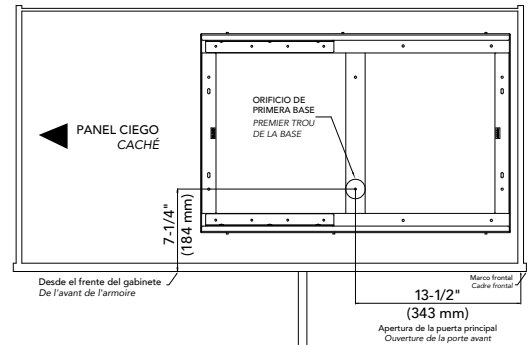

Fig. 2
Mida para encontrar el primer orificio base y marque la ubicación (ver Fig. 1). Alinee la unidad base (A) sobre el orificio base marcado. Con la unidad base (A) en ángulo recto con la abertura del gabinete; pretaladre y fíjela al piso del gabinete con (10) tornillos para madera de 5/32" x 18 mm (I) (ver Fig. 2).
Prenez les mesures pour trouver votre premier trou de la base et marquez l'emplacement (voir la figure 1). Alignez l'unité de base (A) sur le trou de la base marqué. Avec l'unité de base (A) en position carrée par rapport à l'ouverture de l'armoire, pré-percez et montez le produit sur le fond de l'armoire à l'aide de (10) vis à bois 5/32 po x 18 mm (I) (voir la figure 2).